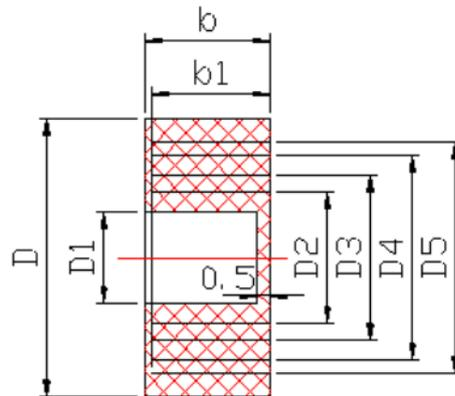

图 3
7.2.6 电缆的外径要与密封圈（图 3）的孔径相符。使用电缆最小直径为 D1，最大直径为 D5，密封圈材质为橡胶丁腈橡胶，规格及尺寸见表 4（可根据引入电缆外径大小剥去密封圈同心圆）。配合直径差不大于 1mm，当压紧接线头后，应保证密封圈与电缆之间及密封圈与接线盒座之间无间隙，否则将失去隔爆性能。